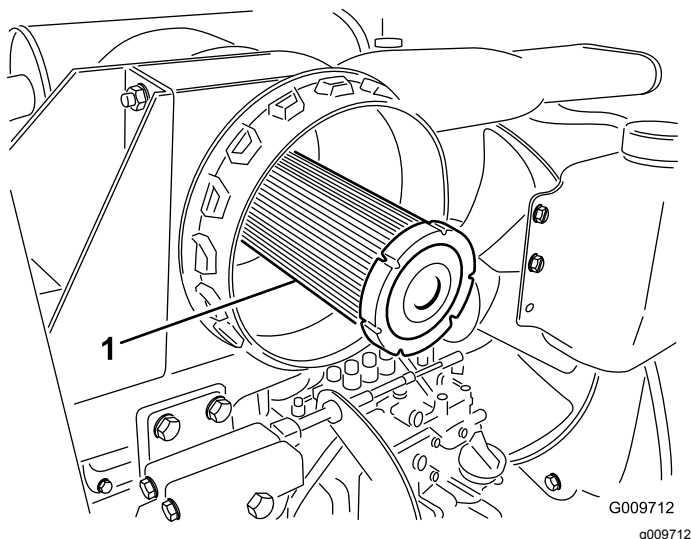

Figure 35
**Important:** N'essayez jamais de nettoyer l'élément de sécurité (Figure 35). Remplacez-le une fois sur trois, quand vous effectuez l'entretien du préfiltre.